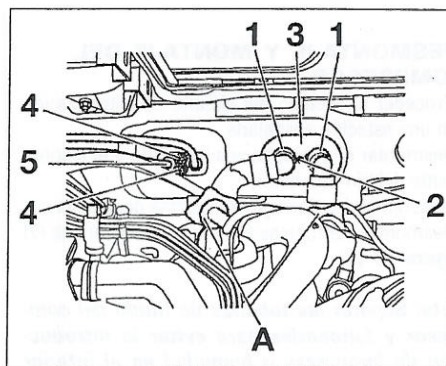

FIGURA 10-3
- Estrangular los manguitos en «A» (figura 10-3).
- Desengrapar los manguitos (1) (figura 10-3).
- Desmontar el tornillo de fijación (2) (figura 10-3).
- Retirar la placa soporte (3) (figura 10-3).
- Desatornillar las tuercas de fijación (4) (figura 10-3).
- Desmontar las tuberías (5) y taponarlas (figura 10-3).